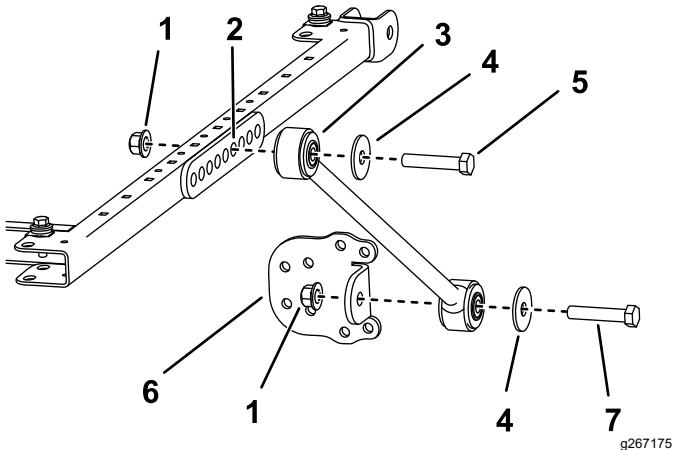

Figura 27
11. Su ciascun lato del telaio del parasole montate, senza serrarlo, un supporto di ancoraggio sul sesto foro della sua staffa di montaggio con un bullone ($\frac{1}{2}$ " x $2\frac{3}{4}$ "), una rondella ($\frac{1}{2}$ ") e un dado flangiato ($\frac{1}{2}$ "), come illustrato nella Figura 27.